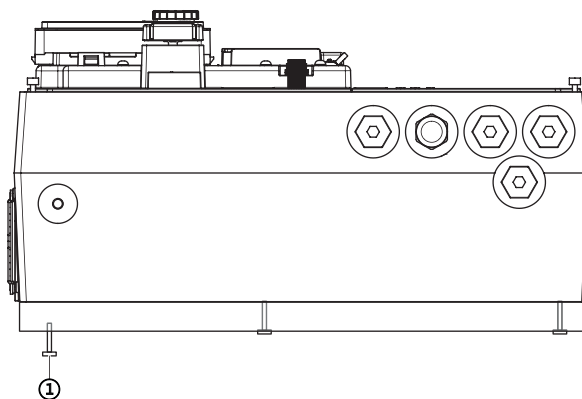

Fig. 115: Otpustiti priključni adapter
6. Otpustiti zavrtnje priključnog adaptera na donjoj strani elektronskog modula (Fig. 115, poz. 1).